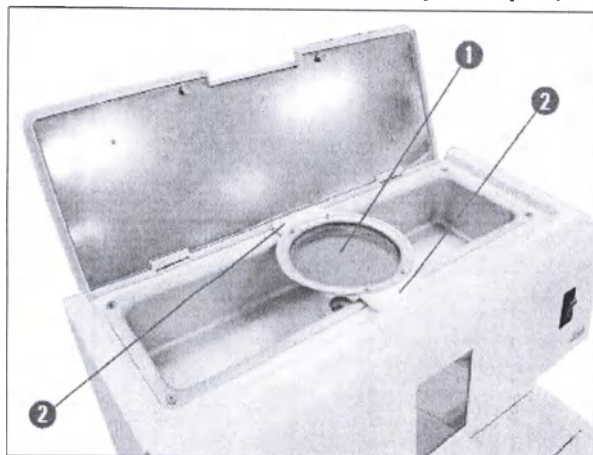

Рис. 43
- Установите чашу предварительной фильтрации (**рис. 43-1**) на бак для парафина (**рис. 43**).